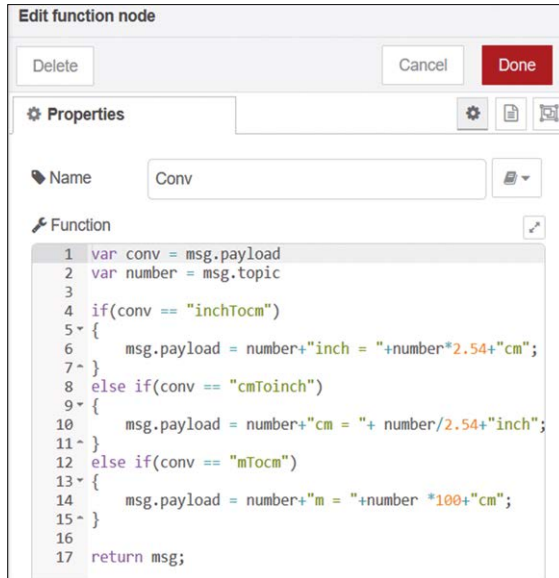

Figure 4.30 Création d'un nœud de fonction
- Créer un **fonction** noeud nommé **Conv**, et entrez le code suivant dans la fonction (voir Figure 4.30) et cliquez **Terminé** :